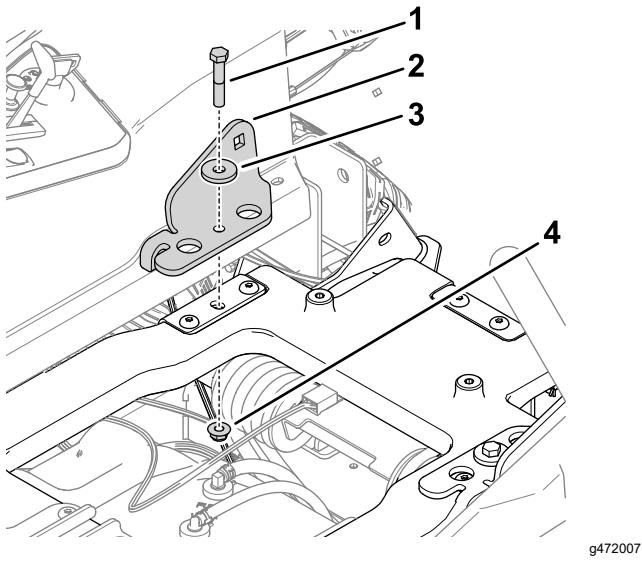

Figure 7
1. Montez les supports de ceinture de sécurité sur la plate-forme du siège à l'aide de 2 boulons à filetage partiel ($\frac{3}{8}$ " x 2"), 2 rondelles et 2 contre-écrous ($\frac{3}{8}$ "), comme montré à la Figure 7. Répétez la procédure de l'autre côté.